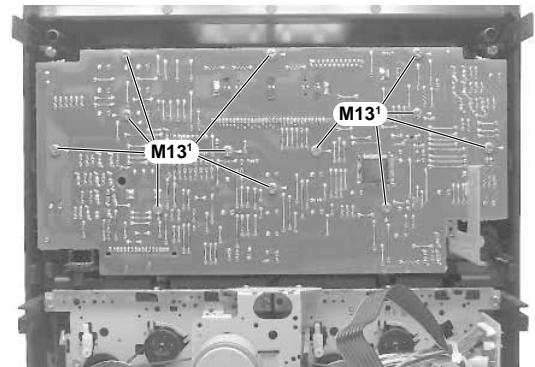

Fig. 27
- 12 Schrauben **M13¹** (Fig. 27) herauserschrauben und die Frontplatte M25¹ abnehmen.
- Undo 12 screws **M13¹** (Fig. 27) and remove the front circuit board M25¹.